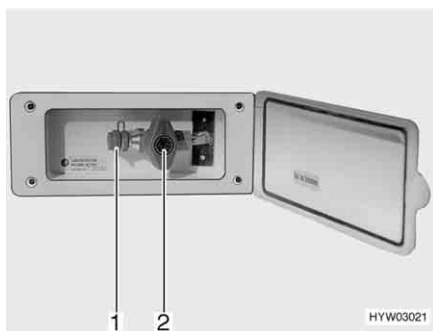

Bild 86 Extern gasanslutning, gasavstängningsventilen stängd
Den externa gasanslutningen (Bild 86) befinner sig, beroende på modell, på fordonets bakdel eller på fordonets vänstra resp. högra sida.
- Anslut den externa gasapparaten till anslutningar (Bild 86,1).
- Öppna gasavstängningsventilen (Bild 86,2).